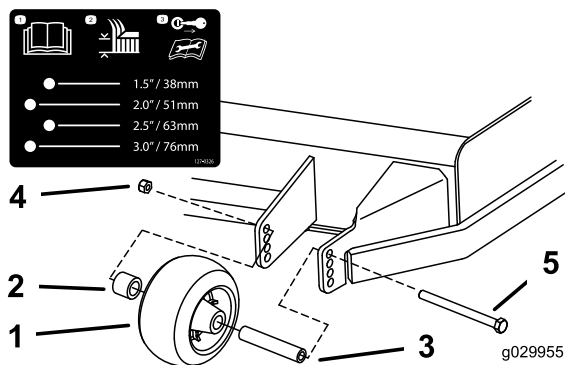
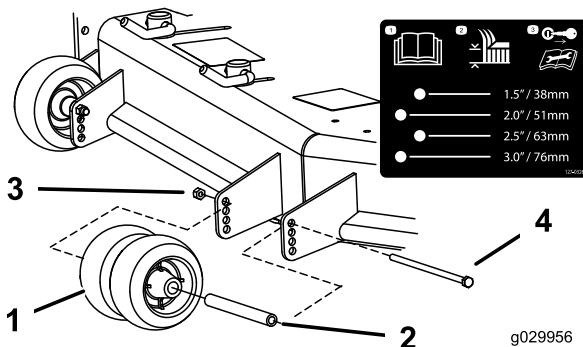

Figura 26
Figura 27
3. Ajuste los rodillos protectores del césped según se muestra en **Figura 26** y **Figura 27**.